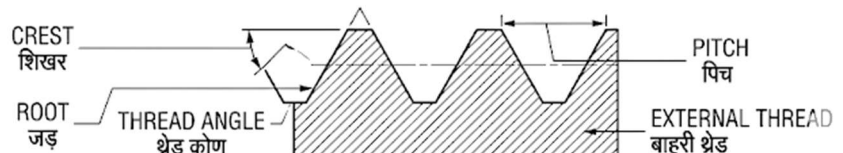

Fig. 8.5: Classification and Constructional Features of Pipe Threads | पाइप थ्रेड्स का वर्गीकरण एवं निर्माण संबंधी विशेषताएँ
8.5.1 Introduction to Pipe Threads (Fig. 8.5)
8.5.1 पाइप थ्रेड का परिचय (Fig. 8.5)